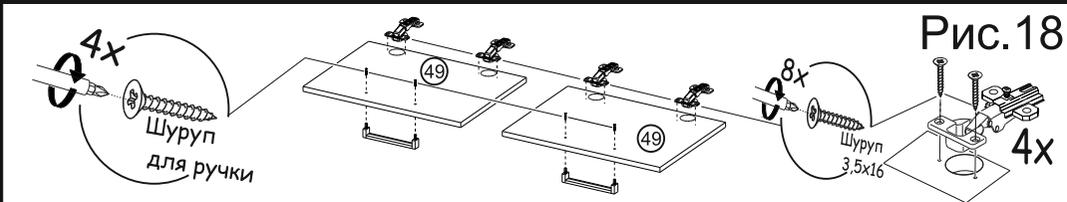

Рис.18
18) На детали №49 прикрутите петли шурупами 3.5x16. Затем прикрутите ручки шурупами (см. рис. 18).